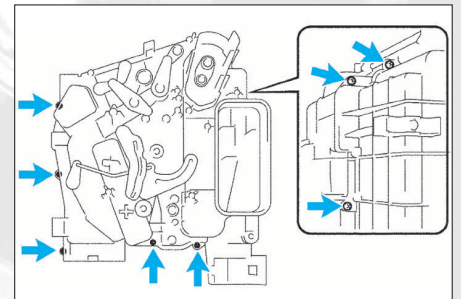

FIG. 18
- les 8 vis et séparer le boîtier de chauffage (fig. 18).